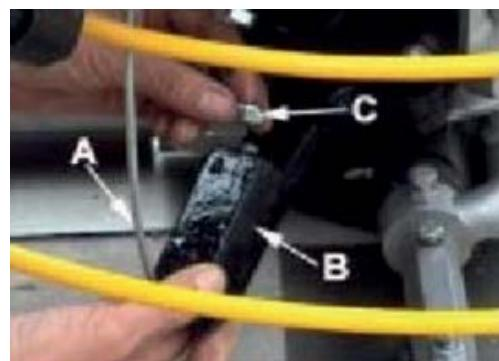

Рис.3
- С ручкой, установленной на нижнем блоке, прикрепить тросик продольного управления (A), протянув его через отклоняющую ручку (B), используя оставшуюся 10 мм гайку (C). Затянуть гайку (Рис.3).